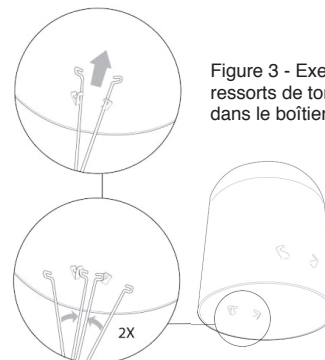

Figure 3 - Exercez une pression sur les ressorts de torsion et insérez-les dans le boîtier encastré.
5. Exercez une pression sur les ressorts de torsion et posez-les au niveau du support de ressort de torsion qui se trouve à l'intérieur du boîtier encastré (de la manière illustrée à la Figure 3).